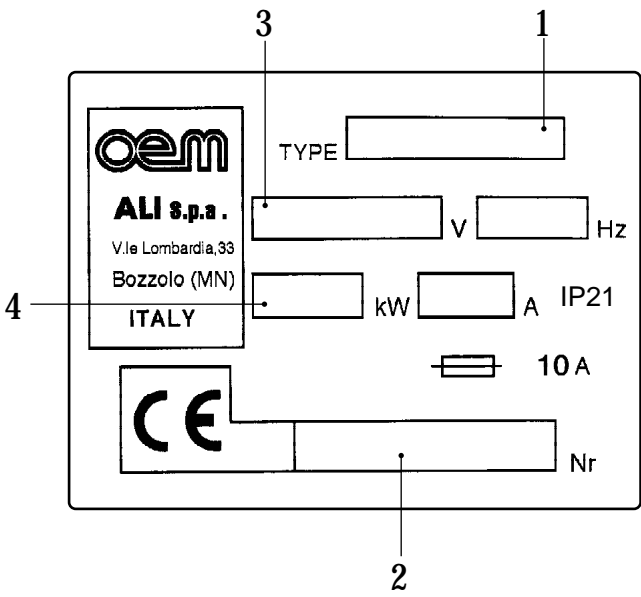

Fig. 1
Una targhetta posta sul forno, riporta il modello (1 - Fig. 1), la matricola (2), il voltaggio (3) e la potenza (4), nonchè l'indirizzo della ditta costruttrice.
An identification plate on the kiln shows the model (1 - Fig. 1), the registration number (2), the voltage (3) and the power (4), as well as the address of the manufacturing company.
Une plaquette, placée sur le four, reporte le modèle (1 - Fig. 1), le matricule (2), le voltage (3) et la puissance (4), ainsi que l'adresse du fabricant.
Auf dem am Gerät angebrachten Typenschild stehen Modell (1 - Abb. 1), Seriennummer (2), Spannung (3), Leistung (4) und die Adresse des Herstellers.
Una placa colocada en el horno, indica el modelo (1 - Fig. 1), la matricula (2), el voltaje (3) y la potencia (4), además de la dirección de la empresa fabricante.